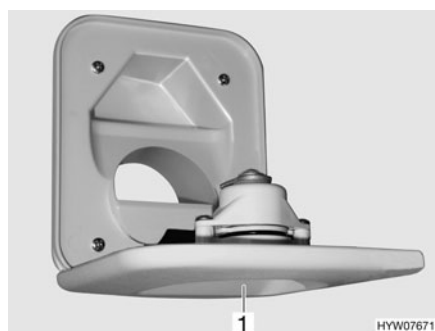

Fig. 229 Tubo de llenado de agua potable para el inodoro
- Abrir el tubo de llenado de agua potable para el inodoro (Fig. 229,1) encima de la trampilla para el depósito de aguas fecales y girarlo hacia abajo.